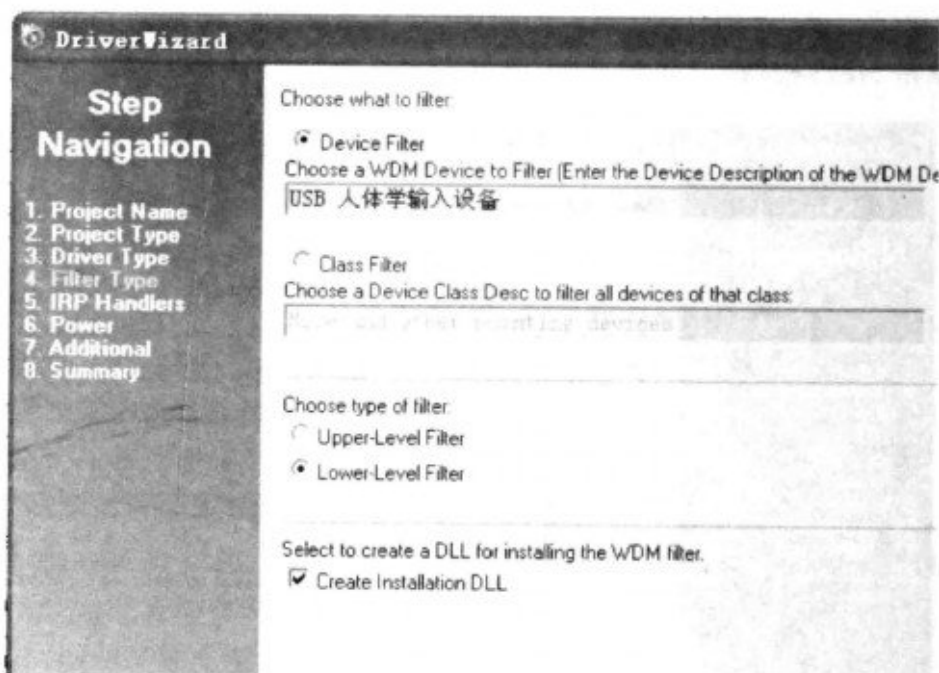

图 10.2.4 选择过滤器的类型
(4) 选择过滤器的类型。如图 10.2.4 所示, 在选择过滤器的对话框中, 选择过滤的对象为设备(device), 设备描述填入“USB 人体学输入设备”。过滤器类型选择为下层过滤驱动(lower-level Filter), 并将下面的 Create Installation DLL 勾选上, 这将帮我们产生一个安装驱动用的 DLL 工程, 可以在安装过滤驱动时由应用程序调用, 然后单击 Next 按钮。